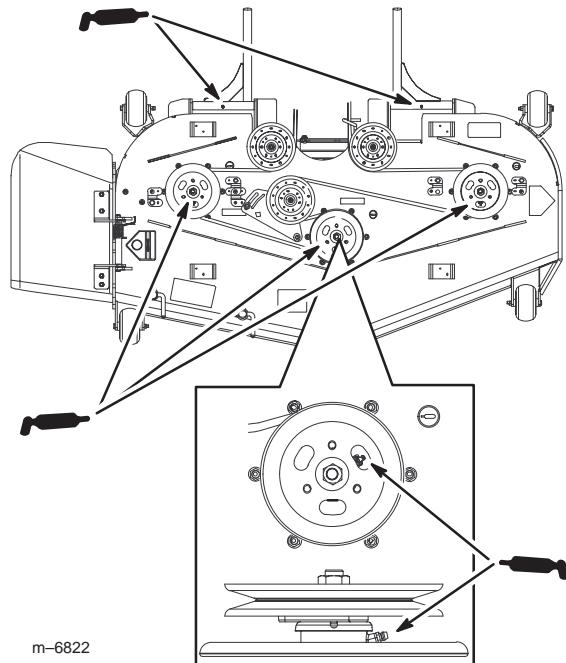

Figure 49
3. Lubrifiez les roulements des trois axes sous la poulie jusqu'à ce que la graisse sorte par les joints inférieurs (Fig. 49).
4. Lubrifiez les graisseurs des bras de poussée (Fig. 49).